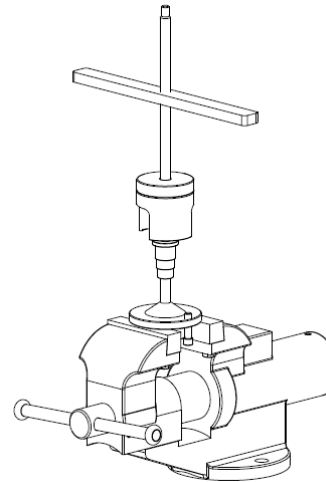

Figure 19
Utilisez l'outil de démontage voir (figure 19, page suivante) pour démonter la came ⑧. Le ressort ⑥ de la poulie possède une force importante, l'utilisation de l'outil de démontage maintiendra la poulie comprimée.
- En utilisant un étau, montez l'outil de démontage comme indiqué sur la figure 19.